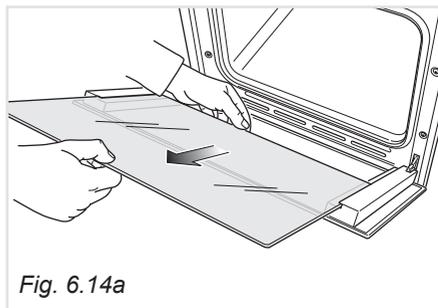

Fig. 6.14a
- Sfilare delicatamente il vetro interno (fig. 6.14a) e pulirlo con prodotti idonei. Asciugarlo sempre accuratamente.